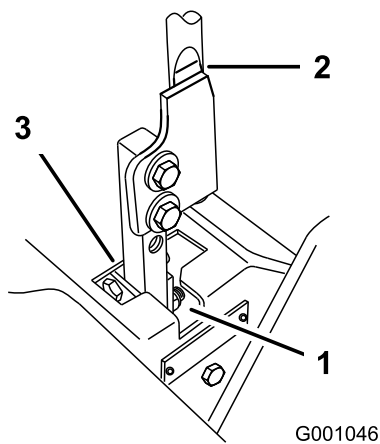

Bild 73
5. Schieben Sie den Hebel in die Neutral-Stellung (nicht arretiert) (Bild 73).
6. Ziehen Sie den Hebel zurück, bis der Lastösenbolzen (am Arm unter dem Gelenkschaft) das Schlitzende berührt (und soeben Druck auf die Feder ausübt) (Bild 73).
7. Prüfen Sie, dass der Fahrtriebshebel relativ zur Kerbe im Armaturenbrett ist (Bild 73). Er sollte zentriert sein, so dass der Hebel nach außen in die gesperrte Neutralstellung gedreht werden kann.